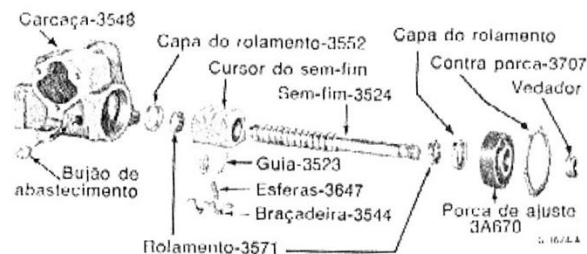

fig. 6 — componentes do sem-fim e peças correlatas
5. Remover a porca de ajuste da pré-carga dos rolamentos do sem-fim e remover o conjunto de ajuste e o rolamento superior do sem-fim (fig. 6).